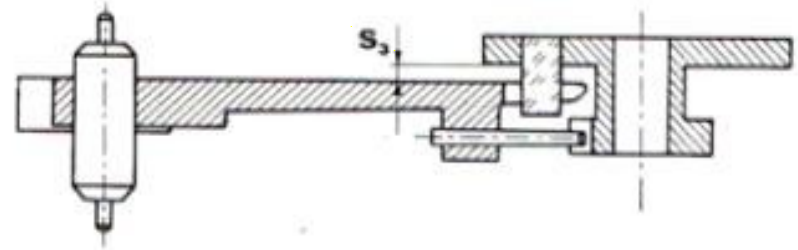

fig. 12-4
1. Seguridad S_3 entre el final de la horquilla, los cuernos y el gran platillo del volante fig.12-4.